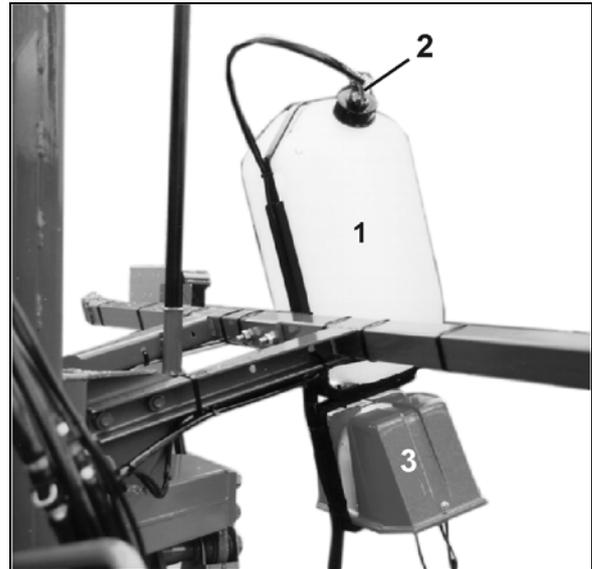

Fig. 118
Die jederzeit nachrüstbare **Schaummarkierung** (Fig. 118/1 und Fig. 118/3) ermöglicht ein **exaktes Anschlussfahren** beim Spritzen von **Ackerflächen ohne markierte Fahrgassen**.
- **Super-S-Gestänge Fig. 118/...:**